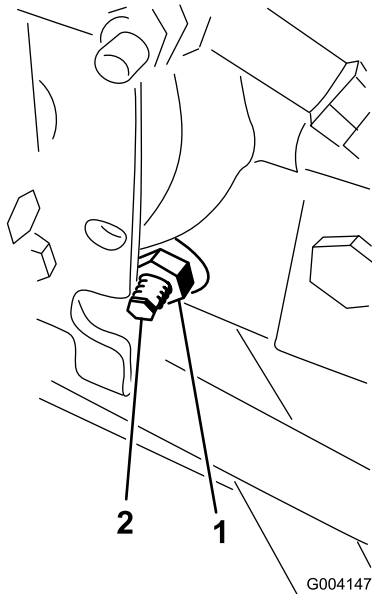

图61
3. 在静液压泵的右侧，松开牵引调节凸轮（图61）上的锁紧螺母。